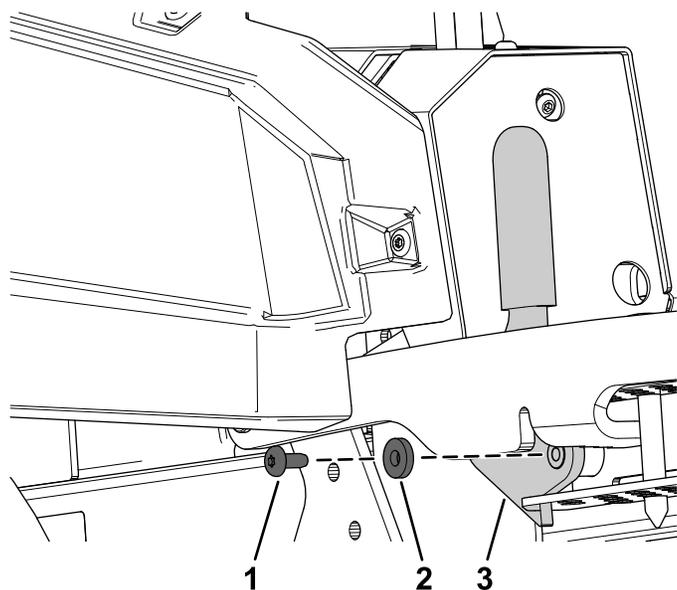

Figura 22
3. Retire el perno, la arandela y el bloqueo de transporte (Figura 22).